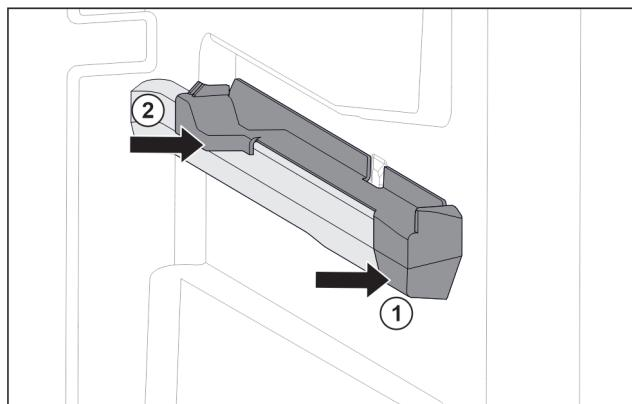

Fig. 104 Násuvný diel na pravom rebre nádoby
- Nasadte násuvný diel vpredu na rebro nádoby. Fig. 104 (1)
- Pritlačte násuvný diel vzadu. Fig. 104 (2)